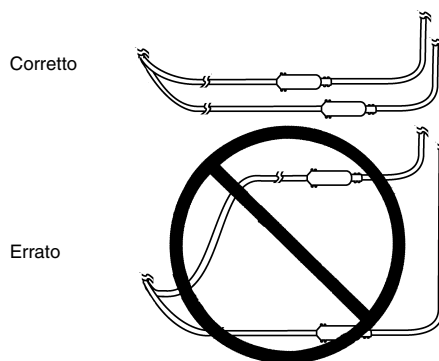

Figura 2. instradamento per due elettrocateri ed estensioni.
- Quando vengono impiantati due elettrocateri, instradare le estensioni degli elettrocateri in modo che l'area tra gli stessi sia ridotta al minimo (Figura 2). Se l'elettrocatero e l'estensione vengono instradati in un anello e il paziente viene esposto a alcune fonti di interferenza elettromagnetica (es.: dispositivi antifurto), il paziente può percepire un momentaneo aumento della stimolazione, che alcuni pazienti hanno descritto come una stimolazione spiacevole (sensazione di sobbalzo o di shock).